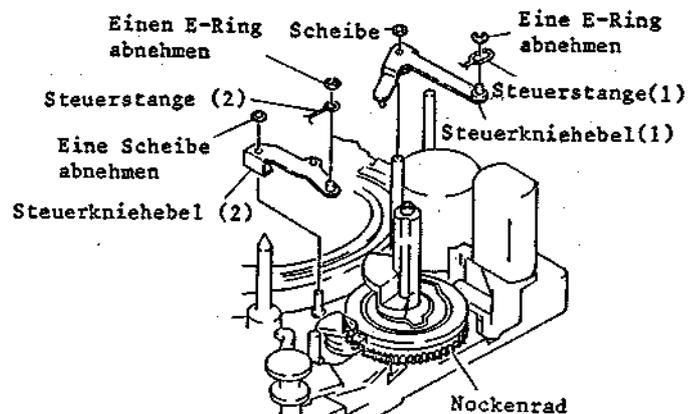

Abb. 2-78 Ausbau des Nockenrades
3-30 Ausbau des Nockenrades (Abb. 2-78)
6. Einen (1) E-Ring, mit dem der Steuerkniehebel (1) befestigt ist, und die Steuerstange (1) abnehmen (siehe Abb. 2-78).
7. Einen (1) E-Ring, mit dem der Steuerkniehebel (2) befestigt ist, und die Steuerstange (2) abnehmen.
8. Eine (1) Sicherungsscheibe des Steuerkniehebels (2) abnehmen.
- Das Nockenrad ausbauen (siehe Abb. 2-78).
8. Das Nockenrad ausbauen (siehe Abb. 2-78).